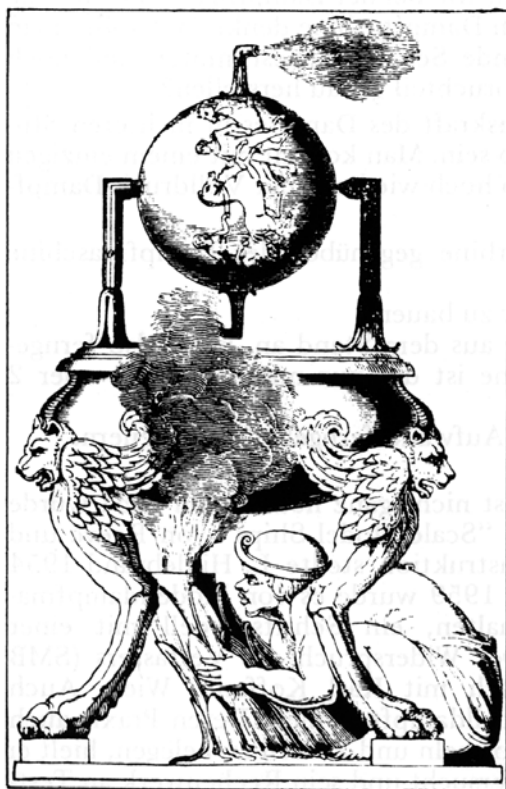

Bild 1.1 Herons Dampfkugel
Am Anfang stand die Dampfturbine (DT), nicht die Dampfmaschine (DM). Etwa 130 v. Chr. fertigte Heron von Alexandrien eine drehbar gelagerte Hohlkugel, die er durch ausströmenden Dampf in Bewegung setzte. Der Dampf wurde in einem darunter befindlichen Dampfkessel (DK) erzeugt und durch ein Rohr, das zugleich als Lagerung diente, in die Kugel geleitet. Bild 1.1 zeigt, wie die Anlage ausgesehen haben mag.